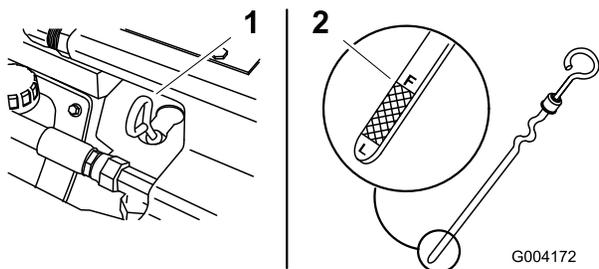

Figura 35
4. Pulite l'area intorno all'asta di livello dell'olio (Figura 35).
5. Estraiete l'asta di livello dell'olio e pulite l'estremità metallica (Figura 35).
6. Infilate fino in fondo l'asta di livello nel relativo tubo (Figura 35).